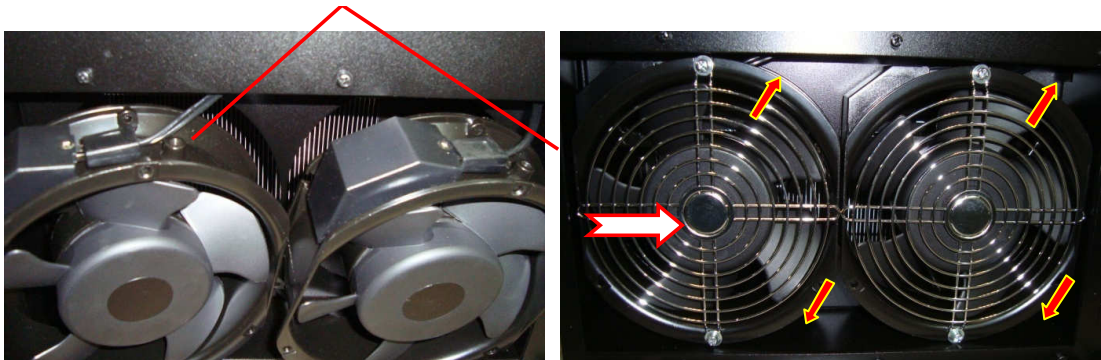

Рис. 7.19
- закрепить вентиляторы вместе с решетками винтами M4x60 (рис. 7.19).